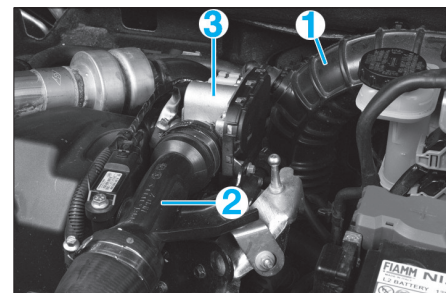

Fig. 13
- le conduit d'alimentation en air du turbocompresseur (1) (Fig.13),
- la canalisation (2),
- le boîtier papillon (3).